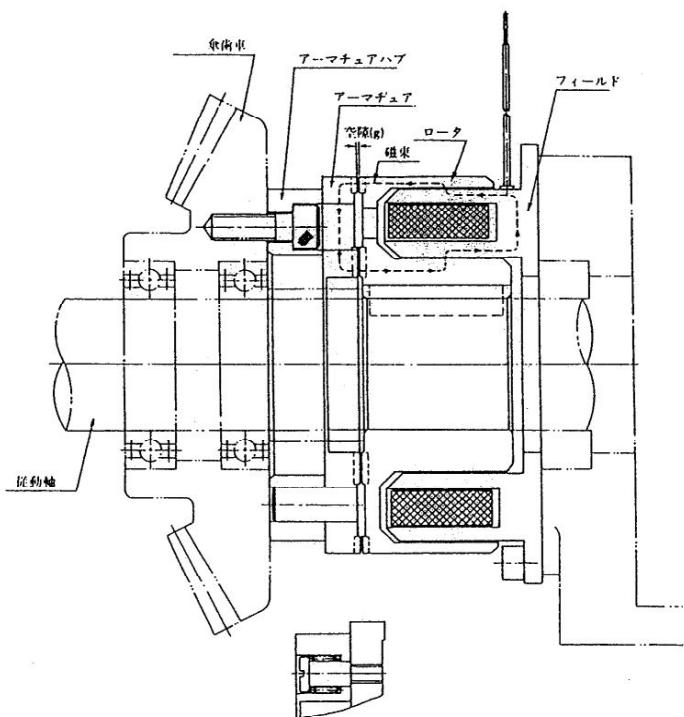

図 2
- ①アーマチュアハブはボルトで駆動部あるいは従動部（ギヤ、スプロケットなど）に取り付けます。
- ②取り付け時空隙 g （ギャップ）はクラッチの励磁が断たれた時、即ち歯が解放となった時の歯と歯の空隙です。取り付け時空隙 g （図2参照）が $0.3\text{mm} \pm 0.1\text{mm}$ 以内になるようにロータとアーマチュアハブは軸方向にしっかりと固定してください。